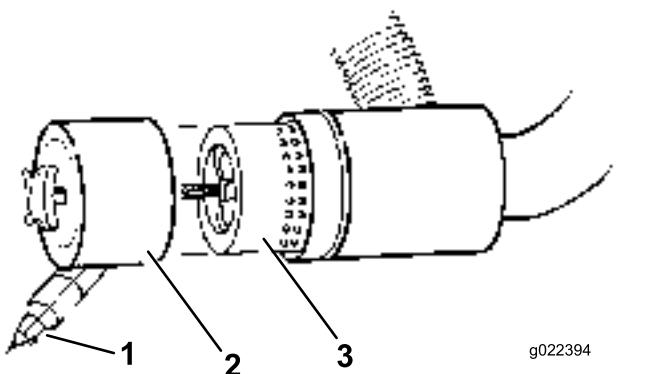

Figure 44
3. Déposez et remplacez le filtre (Figure 44). Il est déconseillé de nettoyer les éléments usagés car cela risque d'endommager le matériau du filtre.